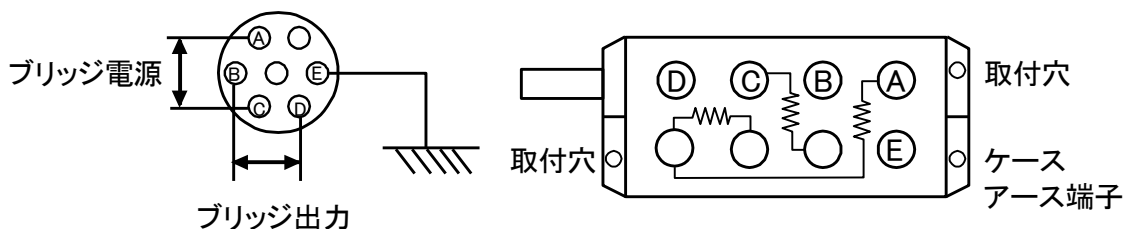

図4-1 ブリッジボックス概観
(1) 設置方法
- B)固定する場合には図4-1に示す取付穴を利用してビス止めします。
- A) コネクタの結線は、図4-1に示すようにピン番号A、Cがブリッジ電源の供給で、B、Dが動ひずみ測定器への入力となります。Eはコモン端子です。